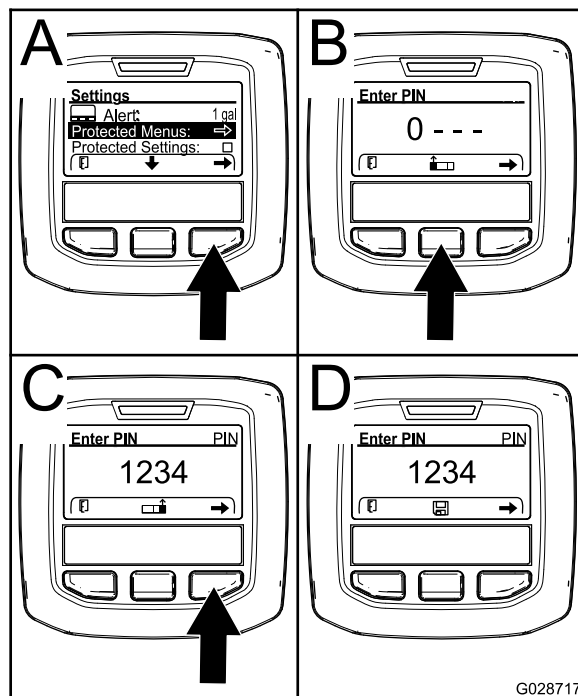

Figura 72
- Carregue no botão de seleção direito para selecionar a opção de menus protegidos (A de Figura 72).
- Carregue no botão de seleção central (B de Figura 72) para aumentar o valor numérico (0 a 9).
- Carregue no botão de seleção direito (C de Figura 72) para mover o cursor para a posição numérica seguinte à direita.
Nota: Surge o ícone de guardar acima do botão de seleção central (D de Figura 72).